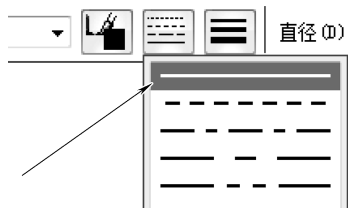

图 6-10 选择“直线”
(1) 单击【绘制草图】选项卡【绘图】区域下的 【圆】按钮下的【中心和点画圆】，在弹出的菜单栏中的直径(D): 【直径】中填入值 30mm，在 【线型】中选择【直线】选项，如图 6-10 所示。